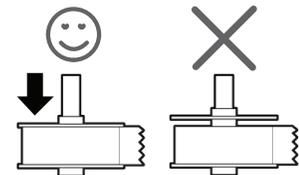

Figura 2
- La guía del rodillo de etiquetas se debe colocar junto al rollo de etiquetas de forma que no quede ningún hueco entre ellos. Consulte la Figura 2.
- 5 Deslice la guía del rodillo sobre el lateral derecho del rodillo y coloque la guía de forma que esté totalmente pegada al lateral del rollo de etiquetas y **no queden huecos** entre el rollo y el rodillo. Consulte la Figura 2.